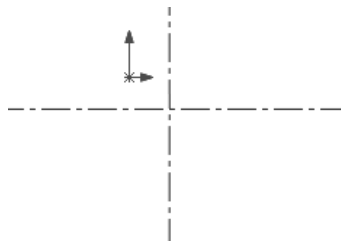

图 7.2 绘制中心线
Step 1 选择下拉菜单 **工具(T)** → **草图绘制实体(E)** → **中心线(C)** 命令, 在图形区绘制图 7.2 所示的无限长的中心线。